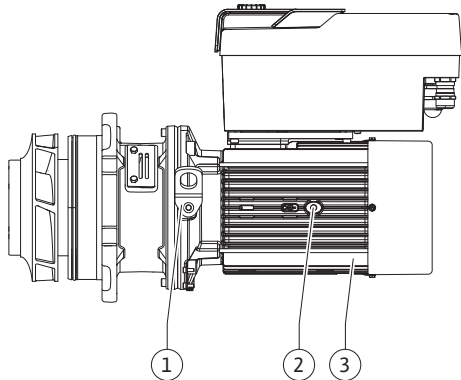

Fig. 107: Įstatomasis modulis
13. Įstatomąjį modulį (žr. Fig. 107) įstatyti į siurblio korpusą į anksčiau buvusią padėtį arba kita norima padėtimi. Laikykitės leistinų komponentų montavimo padėčių (žr. skyrių „Leistinos montavimo padėties ir komponentų išdėstymo tvarkos pakeitimas prieš instaliavimą“ [► 24]).